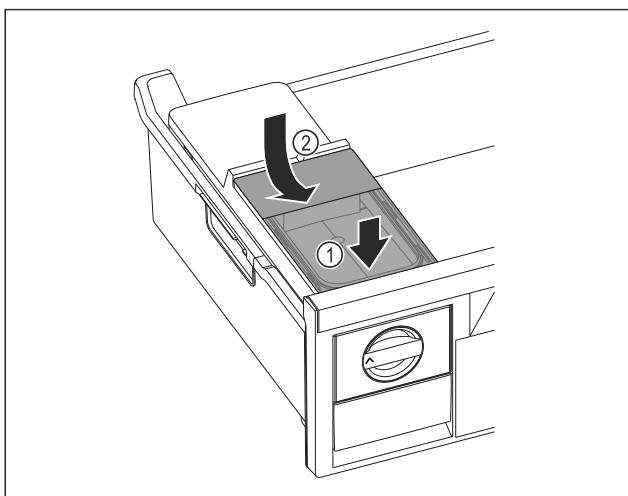

Fig. 99
- Așezați în față rezervorul de apă. Fig. 99 (1)
- Coborâți în spate rezervorul de apă. Fig. 99 (2)